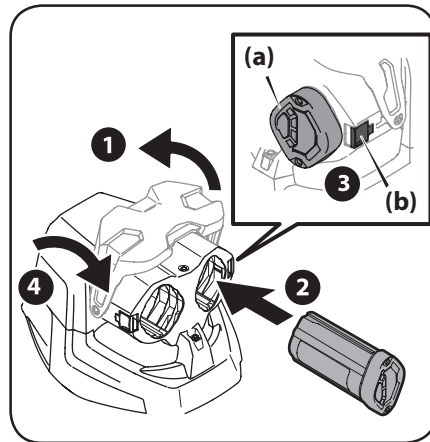

Figura 2-10
2. Deslice la batería hasta el puerto de la batería activo (lado izquierdo) de modo que la luz indicadora de la batería quede mirando hacia el lado opuesto de la traba de la batería. Vea la Figura 2-10.